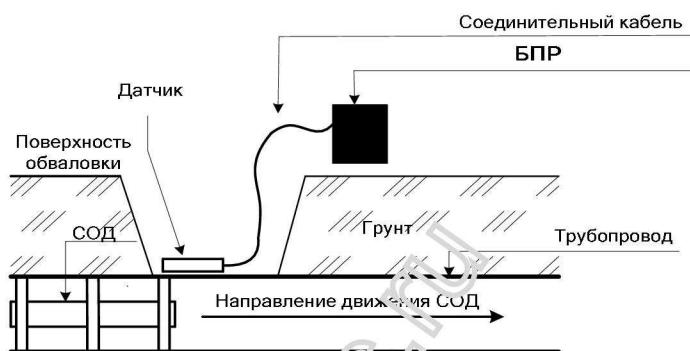
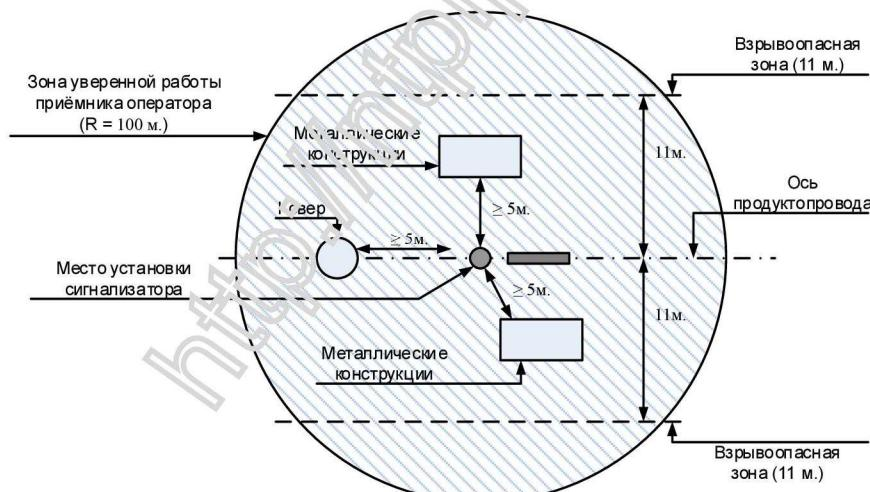

Рис. 24 – Схема установки переносного сигнализатора «Репер-3В» исполнения «МДПС-3Р».
Рис. 25 – Схема установки переносного сигнализатора «Репер-3В» исполнения «МДПС-3Р» относительно коверов и других металлических конструкций.
4.3.2 Установить датчик сигнализатора непосредственно на поверхность тела трубы, вдоль оси трубопровода, согласно Рис. 24. Сигнализатор устанавливать на расстояние не менее 5 метров от коверов и других металлических конструкций, как показано на Рис. 25. **Датчик поставить глухим (заваренным) концом на встречу движения ВТО.** Зафиксировать датчик горизонтально, путём прижатия его к телу трубы магнитными прижимами МП-4 или прижав любым тяжёлым, не металлическим грузом. После установки датчика, для обеспечения корректной работы сигнализатора, необходимо выполнить следующие рекомендации: